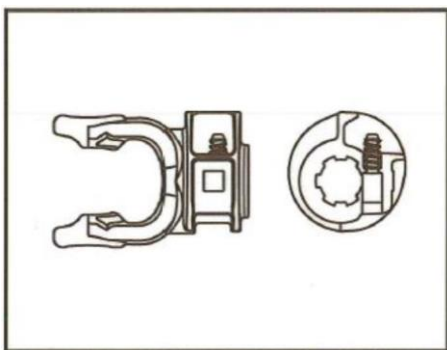

Рис. 34. Стопорение вала сдвижным штифтом
- Нажмите на сдвижной штифт и установите вилку на хвостовик вала так, чтобы штифт вошел в кольцевой паз хвостовика вала и при этом отскочил в свое исходное положение (Рис. 34).